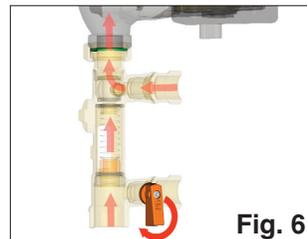

Fig. 6
- Fermerla vane de décharge voir figure 6 et pressuriser l'installation jusqu'à obtenir la pression de service requise ;